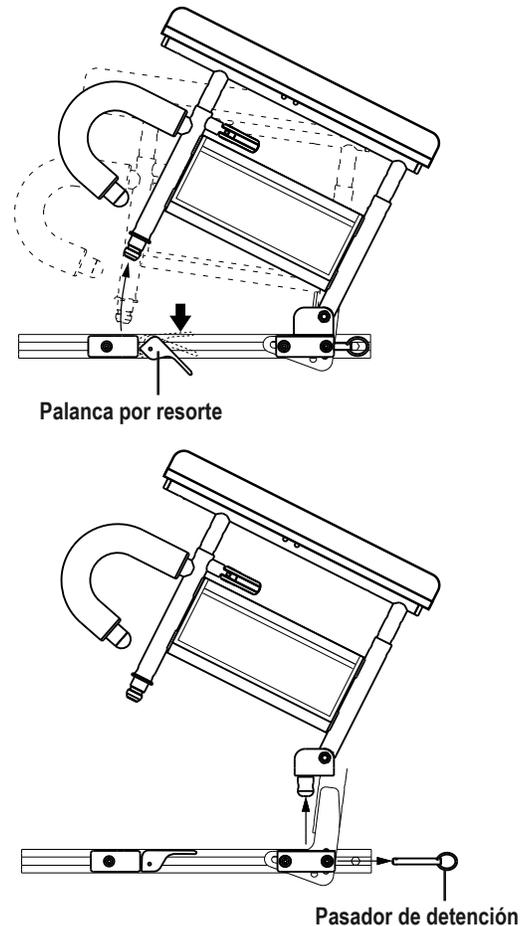

Figura 8. Instalación y extracción del reposabrazos de dos pies
En el reposabrazos de dos pies, la altura puede variar es 22.86–33.02 cm (9–13 pulgadas) en incrementos de 2.54 cm (1 pulgada). Dicho intervalo corresponde a la distancia que separa la parte superior del riel del asiento de la cima de la almohadilla reposabrazos. También puede plegar hacia arriba los reposabrazos o extraerlos para facilitar el traslado. **Ver figura 8.**
1. Empuje la palanca por resorte hacia abajo y tire hacia arriba de la parte frontal del reposabrazos. **Ver figura 8.**
2. Retire el pasador de detención de la parte posterior del asiento. **Ver figura 8.**
1. Coloque la parte posterior del reposabrazos en el receptáculo posterior del asiento e inserte el pasador. **Ver figura 8.**